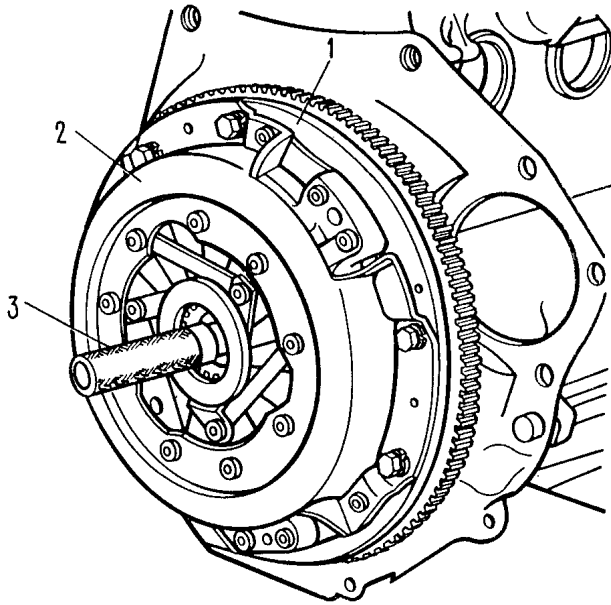

Fig. 3-4. Centraje del disco conducido del embrague mediante el mandril A.70081:
- colocar el disco conducido con la parte saliente del cubo con la ranura anular hacia el lado de la caja de cambios y centrar el disco respecto al cojinete valiéndose de un mandril, que imite el extremo del árbol primario de la caja de cambios (fig.3-4).